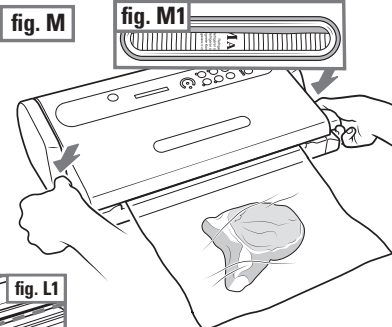

fig. M1
**b)** Préparer le petit sac devant la machine avec son contenu en plaçant l'extrémité ouverte à l'intérieur de la **Chambre à Vide** (8) (fig. L et L1).
**c)** Fermer la machine en tournant les **Poignées** (1) en position **START** (fig. M) et contrôler à travers le **HUBLLOT lumineux** (3) si l'extrémité ouverte du sac est bien à l'intérieur de la **Chambre à vide** (8) (fig. M1).
- b) Préparer le petit sac devant la machine avec son contenu en plaçant l'extrémité ouverte à l'intérieur de la **Chambre à Vide** (8) (fig. L et L1).
- c) Fermer la machine en tournant les **Poignées** (1) en position **START** (fig. M) et contrôler à travers le **HUBLLOT lumineux** (3) si l'extrémité ouverte du sac est bien à l'intérieur de la **Chambre à vide** (8) (fig. M1).